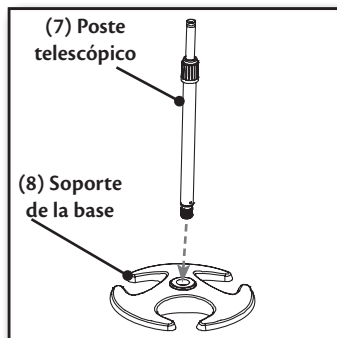

Figura 7.
- Deslice la varilla telescópica (7) sobre la parte superior del soporte de la base (8) del ventilador de pie. El poste tiene ranuras por lo que sólo encajará en la base de una forma. **Figura 7.**